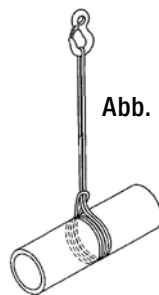

Abb. 1
26. Im Falle einer klemmenden Hebevorrichtung, muss der Winkel größer als 120° sein. Versuchen und Ziehen Sie niemals den klemmenden Punkt mit Gewalt. Der richtige Weg eine doppelt klemmende Rundschnlinge zu heben wird in Abbildung 1 gezeigt.
des Hakens sein und bei jeder Hebung darf der Winkel der Öse nicht über 20° überschreiten. Bei der Verbindung einer Schlinge mit der Öse für die Hebung, sollte der Teil der Hebeanwendung, der zur Schlinge gehört, absolut stramm sein, bis die Tragweite der Schlinge nicht mehr als 75 mm beträgt, in welchem Fall der Bogenradius des Hebeegeräts zuletzt 0,75 mal der Schlingenweite betragen sollte. Abbildung 1 zeigt das Problem eines nachgebenden Gewebes auf einem Haken mit einem Radius von weniger als 0,75 x der Tragweite.